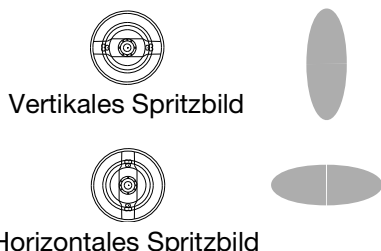

ABB. 11. Luftkappenstellungen
3. Den Haltering der Luftkappe lösen und die Luftkappe durch Drehen für ein vertikales oder horizontales Spritzbild einstellen. Siehe **ABB. 11**. Den Haltering festziehen, bis die Luftkappe sicher gehalten wird; die Luftkappenhörner sollten nicht von Hand gedreht werden können.